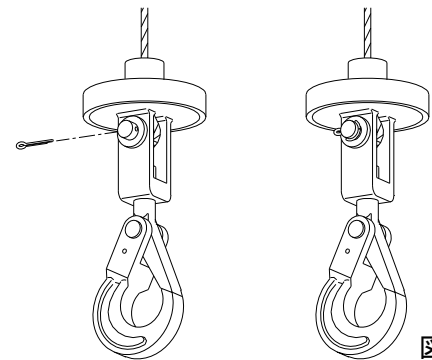

図3
- 2) ワイヤロープのシブルの穴とフック部の穴を合わせ、ピンを挿入し割ピンを取り付ける。割ピン先端をプライヤーなどで折り曲げて抜けないようにする。(図3)